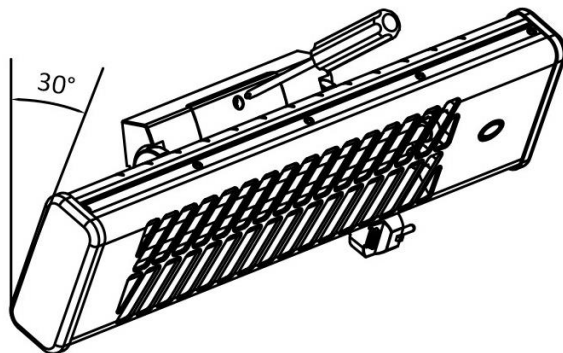

Abb. 1
1. Lösen und entfernen Sie die Schrauben an der Ober- und Unterseite der Wandhalterung. Abdeckung der Wandhalterung aus der Oberseite des Heizstrahlers nehmen. (Siehe Abb. 1 und 2)